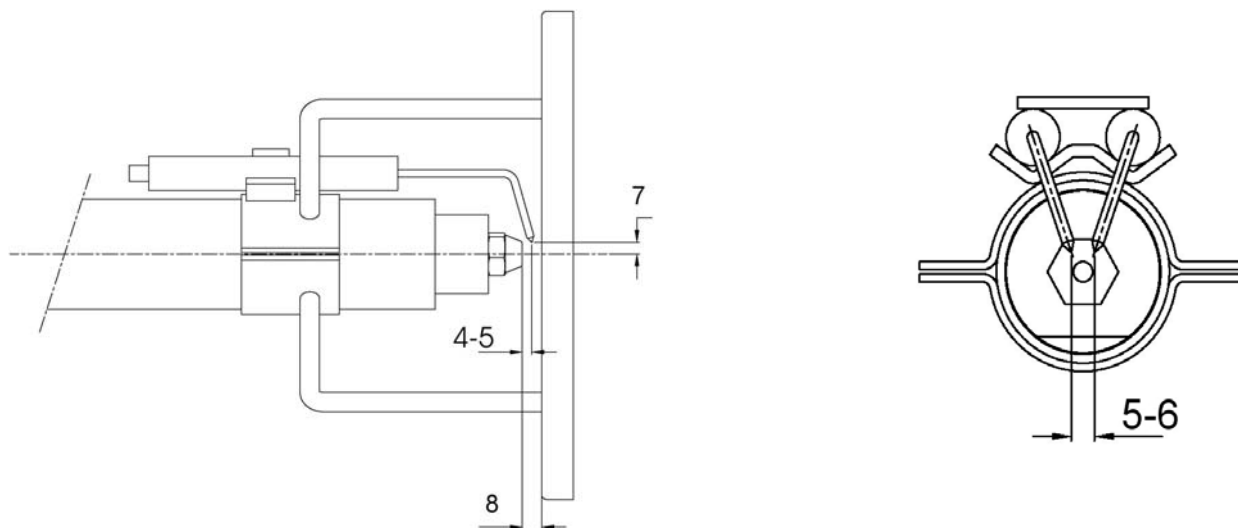

Рис. 23
В целях обеспечения хорошего процесса горения, необходимо, чтобы были выдержаны размеры, указанные в Рис. 23. Перед тем, как вновь устанавливать головку сгорания на место, необходимо убедиться в том, что стопорный винт группы электродов хорошо затянут.
- 5) вынуть электрод и заменить его, выдерживая размеры, указанные на Рис. 23.